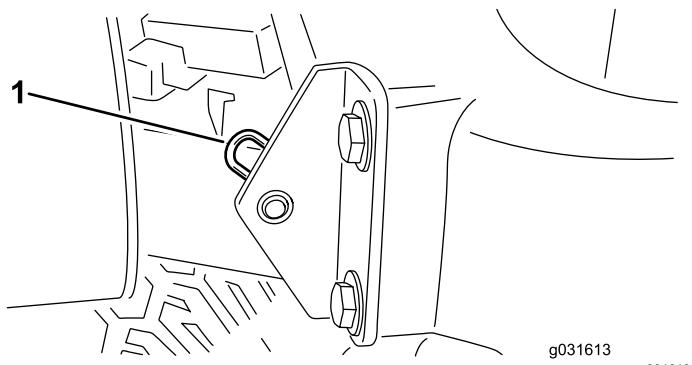

図 31
2. フードのピボット部をブラケットに固定しているヘアピンコッターを抜き取る図 31。